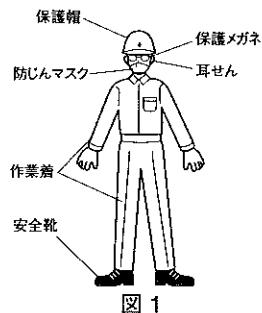

図 1
- 作業に適した服装をしてください。(図 1)
- 常に保護メガネを着用してください。(図 1)
- 大きな騒音を発する場合は耳せんを着用してください。(図 1)
- 防塵マスクを着用してください。(図 1)